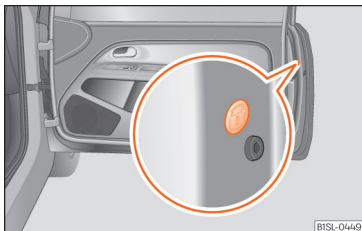

Abb. 5 In der Stirnseite der Beifahrertür: Notverriegelung, durch eine Gummidichtung abgedeckt.
- Gummidichtung in der Stirnseite der Tür entfernen. Die Dichtung ist mit einem Schloss gekennzeichnet » **Abb. 5**.